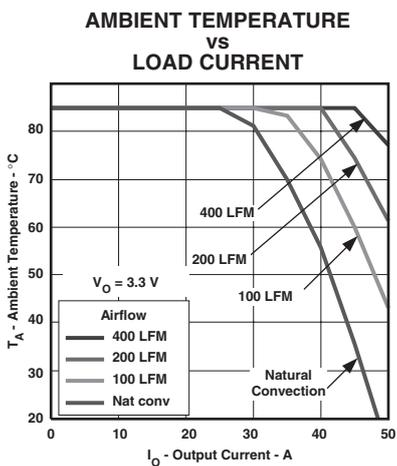
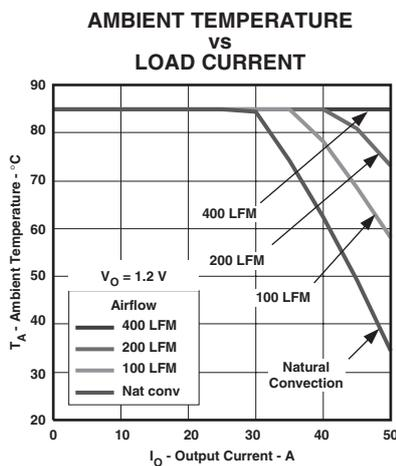

図 9
図 10
- (2) 温度ディレーティング曲線は、内部コンポーネントの温度がメーカーの指定した最高動作温度以下になる条件を表します。このディレーティング制限は、2オンス(56.69グラム)の銅を使用した、100mm×100mmの両面PCBに直接半田付けされたモジュールに対して適用します。エアフローは10ピンから22ピンの方向に流れているとします。表面実装パッケージ(ASおよびAZの各サフィックス)では、複数のビアを使用する必要があります。詳細については、メカニカル仕様を参照してください。図9および図10に対して適用されます。